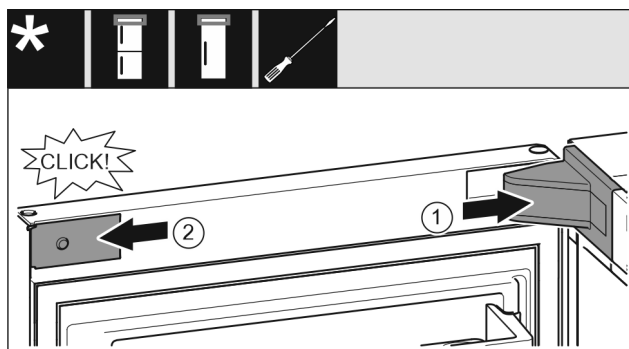

Fig. 27
- ▶ 放上并插入托架盖 Fig. 27 (1)，如有必要小心地按压分开。
- ▶ 将隔板 Fig. 27 (2) 放置到侧面并插入。